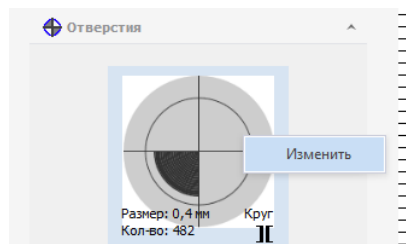

Рис. 76 Переход к назначению символов
1. На любой иконке отверстия вызвать контекстное меню и выбрать «Изменить», см. Рис. 76.